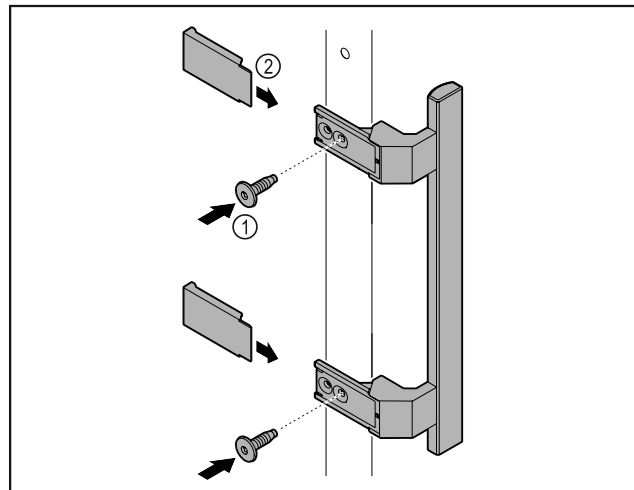

Fig. 48
- ▶ Fixer la poignée à la porte à l'aide des vis Fig. 48 (1) fournies.
- ▶ Poser les caches Fig. 48 (2).